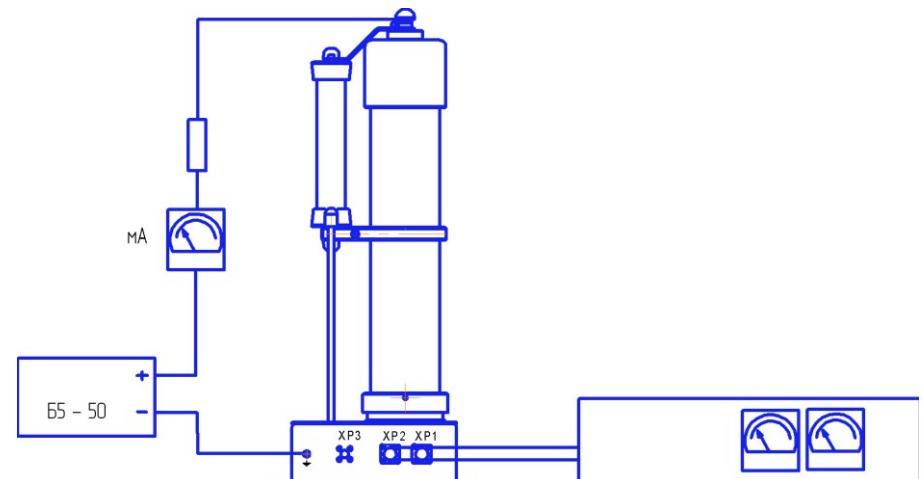

Рис.3
- собирают с соблюдением полярности последовательную цепь (Рис.3): корпус аппарата – минус источника питания Б5-50 – плюс источника – контрольный миллиамперметр М2020 – резистор МЛТ 10кОм (0,5 – 2Вт) – "высоковольтный вывод аппарата – корпус аппарата ("земля");